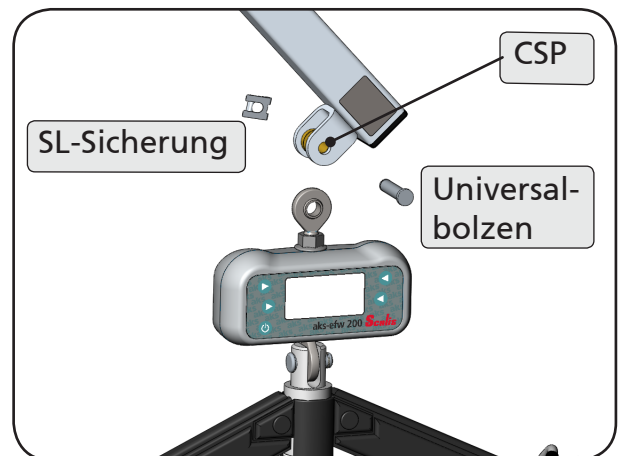

Abbildung 02
2. Befestigen Sie die Wägeeinheit am oberen Befestigungsauge mit dem vorhandenen Universalbolzen mit SL-Sicherung am CSP des Patientenlifters (Abbildung 02).